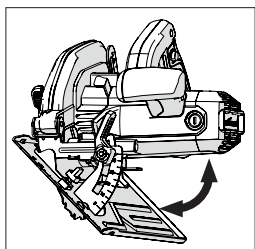

Fig. 14
- Luta bladet till den önskade vinkeln i enlighet med kvadrantens gradskiva. (**Fig. 14**)
(14) RÅD GÄLLANDE DRIFT (KONTROLLER FÖRE DRIFT)